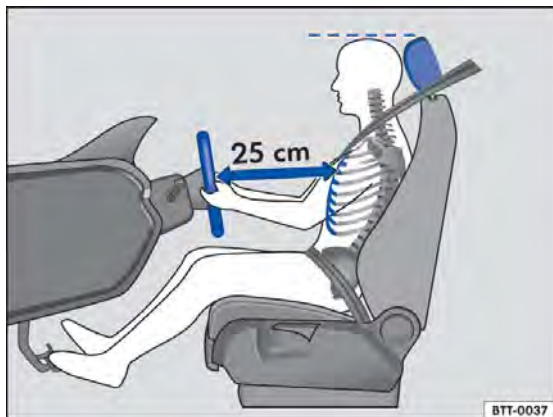
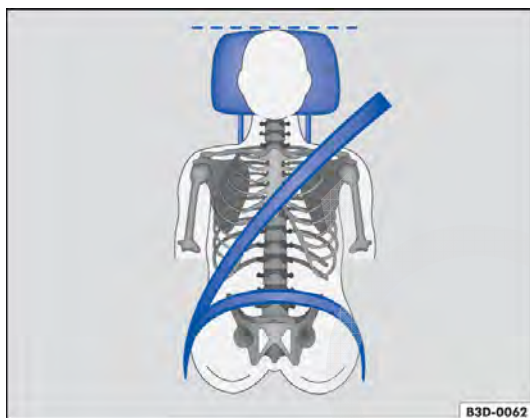

Fig. 35 A distância correta entre o condutor e o volante deve ser de, no mínimo, 25 cm.
Fig. 36 Posição correta do cadarço do cinto de segurança e ajuste correto do apoio para cabeça.
- Ajustar o banco de modo que a distância entre ele e o tórax tenha no mínimo 25 cm → Fig. 35 e que o condutor possa segurar o volante pela borda externa com as duas mãos e os braços ligeiramente dobrados.
- Ajustar o banco do condutor na direção longitudinal de modo que os pedais possam ser acionados com as pernas ligeiramente arqueadas → Fig. 35.
- Para os assentos com apoio para cabeça: ajustar o apoio para cabeça de modo que a sua borda superior se encontre preferencialmente na mesma linha da parte superior da cabeça → Fig. 35 e → Fig. 36 – porém não abaixo da altura dos olhos. Posicionar a parte posterior da cabeça o mais perto possível do apoio para cabeça.